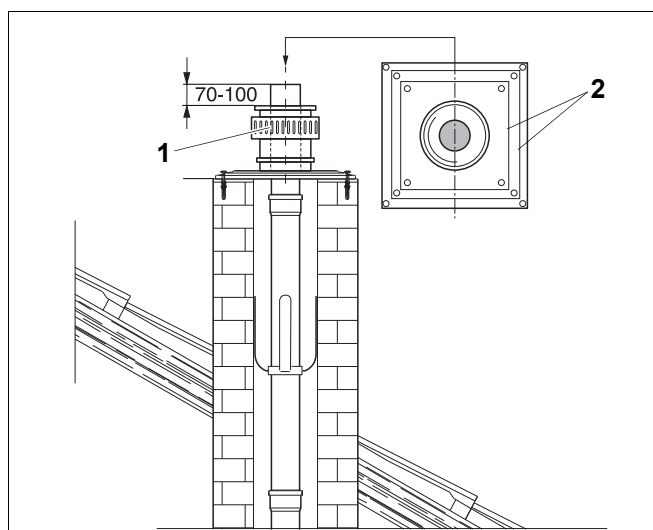

Рис. 16 Монтаж оголовка дымовой трубы
- Снимите верхнюю часть оголовка дымовой трубы (рис. 16, [1]).
- Площадь прилегания крышки оголовка при необходимости можно уменьшить, для чего обрежьте её по линиям разреза (рис. 16, [2]).